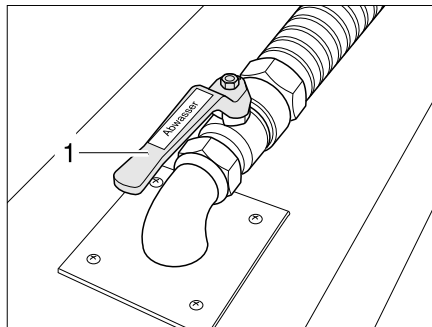

Bild 340 Abwasserhahn
Der Abwasserhahn (Bild 340,1) ist im Doppelboden angebracht. Der Abwasserhahn ist schwarz und durch den Schriftzug "Abwasser" gekennzeichnet.
- Abwasserhahn (Bild 340,2) öffnen. Das Abwasser läuft ab.